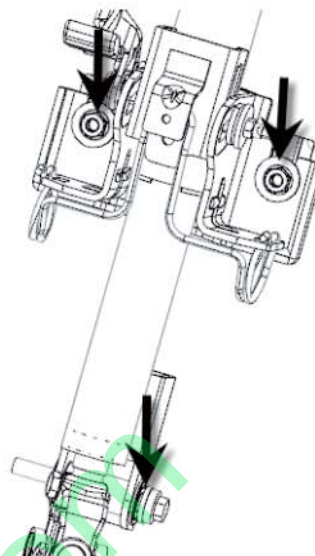

图 5.9 拆下机械转向管柱
①确认所有与管柱连接的线束均已脱开。
②松开管柱上安装点的螺母与下安装点的螺栓，如图 5.9 所示，取下转向管柱及万向节。